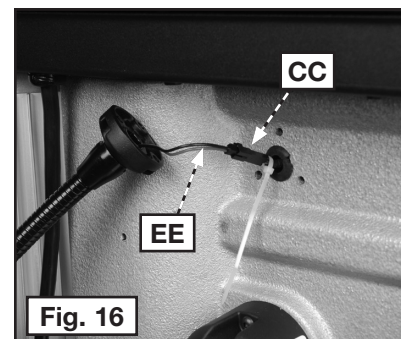

Fig. 16
2. Reliez les deux fils - (CC) de la poupée fixe et (EE) de la lampe de travail DEL - comme illustré en fig. 16.